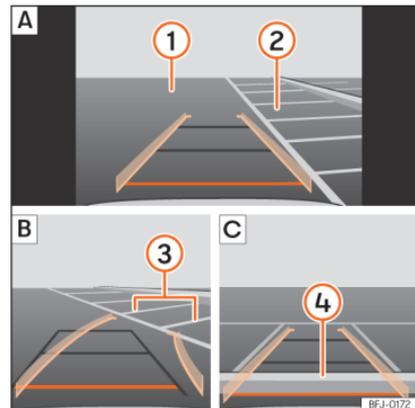

Abb. 205 Anzeige auf dem Bildschirm des Infotainment-Systems: einparken mit dem Rückfahrasistenten.
Legende zu **Abb. 205**:
- Bringen Sie das Fahrzeug vor die Parklücke »» **Abb. 205**  **A**.